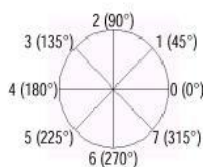

Рис. 2.6. Коди напрямку дуги.
* Значення радіуса – 1..255. Код дуги описує розташування дуги. Складається із трьох цифр. Перша цифра – 0 – ознака 16-тиричної системи. Друга цифра – визначення напрямку дуги (рис. 2.6) число – номер октанта, в якому починається дуга. Третя цифра – число октантів, крізь які проходить дуга. Якщо третя цифра дорівнює нулю – описується коло. Знак мінус перед кодом означає напрям малювання за годинниковою стрілкою. Наприклад, код 014 означає, що дуга починається з першого октанту (45^0) та проходить через 4 октанти (180^0), тобто це напівколо.